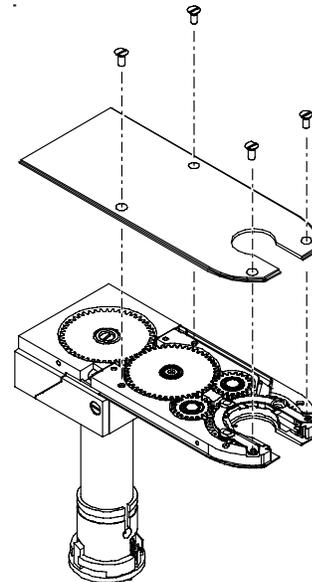

図54：サイド・カバー（ブラシ側）を取り付ける
7. 4本のプラスチック製マイナス・ネジを差し込み、サイド・カバー（ブラシ側）を固定します。図54をご参照ください。